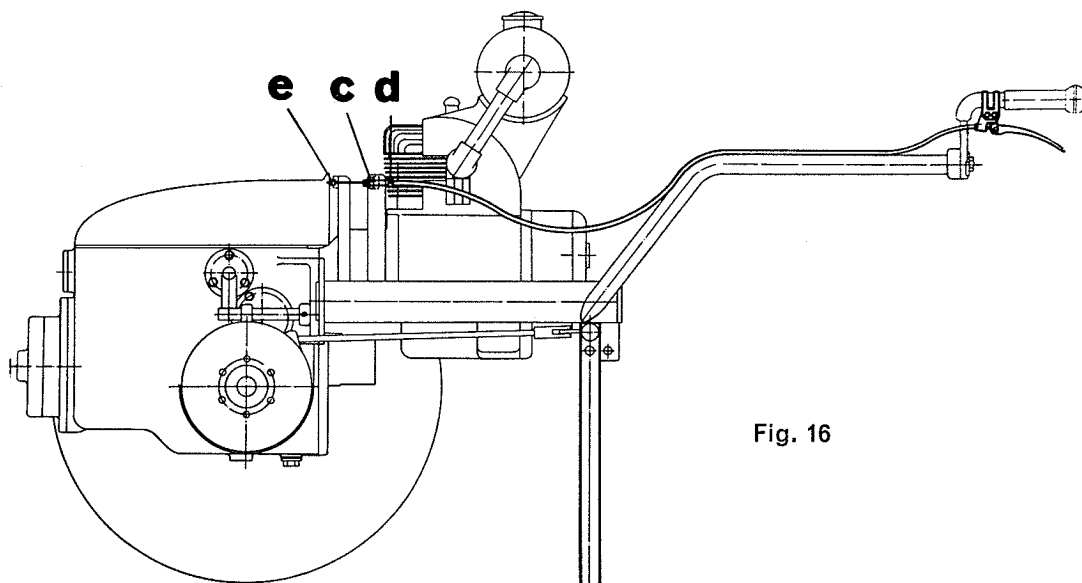

Fig. 16
14. Kupplung (Fig.16)
14. Réglage de l'embrayage (fig.16)
14. Frizione (fig.16)
b) Trotzdem der Motor gleichmässig läuft, rutscht die Kupplung. In diesem Fall wird nach Lösen der Mutter **c** die Schraube **d** um 1-2 Umgänge hineingeschraubt, d.h. nach vorne, die Mutter **c** wieder angezogen und die Kupplung ausprobiert. Wenn die Zahnräder kratzen, muss man wieder etwas zurückkorrigieren. Ist das Regulieren mit der Schraube **d** nicht mehr möglich, so kann der Kabelnippel **e** entsprechend verstellt werden (siehe Fig.16).
b) Bien que le moteur marche régulièrement, l'embrayage patine. Dans ce cas, après avoir desserré l'écrou **c**, serrer la vis **d** de 1-2 tours, c'est-à-dire en avant. Resserrer ensuite l'écrou **c** et essayer l'embrayage. Si les engrenages grincement, répéter l'opération en corrigeant en sens inverse. Lorsqu'on ne peut plus régler au moyen de la vis **d**, il est nécessaire de déplacer la vis serre-câble **e** (voir fig. 16).
b) Il motore funziona regolarmente, ma la frizione slitta. In questo caso allentare il controdado **c**, avvitare la vite **d** di un giro o due in avanti, fissare il controdado **c** e controllare il funzionamento della frizione. Se gli ingranaggi grattano ancora, correggere l'ultima operazione in senso inverso. Se la regolazione con la vite **d** non è più possibile, si può regolare la corrispondente vite di serraggio del cavo **e** (vedi fig. 16).